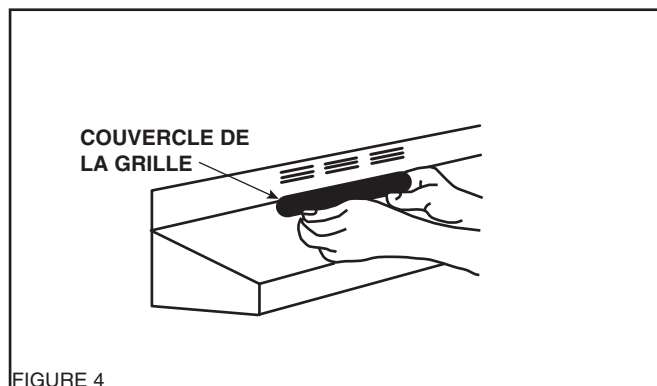

FIGURE 4
**NOTE: Si la hotte est installée sans conduit, n'enlever aucune ouverture préamorcée. Retirer le couvercle de la grille de l'avant de la hotte et s'en défaire. Voir la Figure 4.**
7. Insérer quatre (4) vis de montage (non fournies) dans les trous, en laissant dépasser environ 1/4 po de filet. Utiliser des vis n° 8 ou 10 à tête ronde.